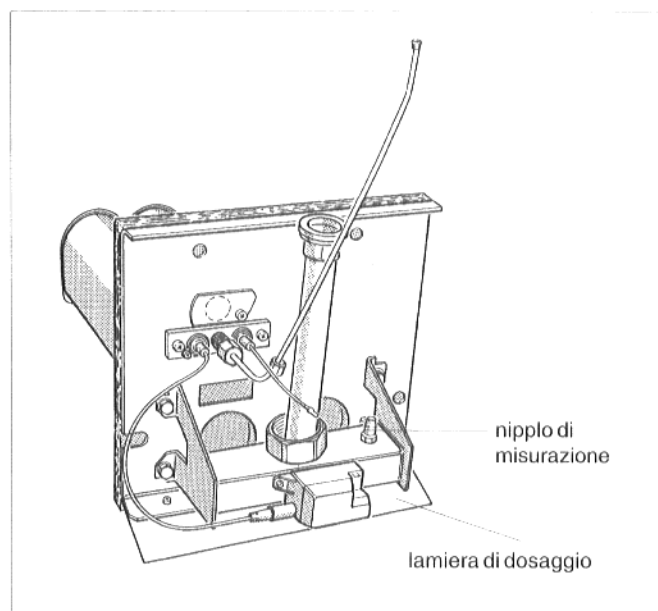

Fig. 49: Lamiera di dosaggio aerazione secondaria
- Svitare la lamiera di dosaggio aerazione secondaria e sostituirla con una nuova (Fig. 49). Per differenziare: la lamiera per gas liquido non ha un orlo ripiegato!